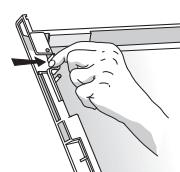

Abb. 3
- Den Fachverschluss abnehmen; dazu die beiden seitlichen Befestigungen an der Unterseite lösen (siehe **Abb. 3**).